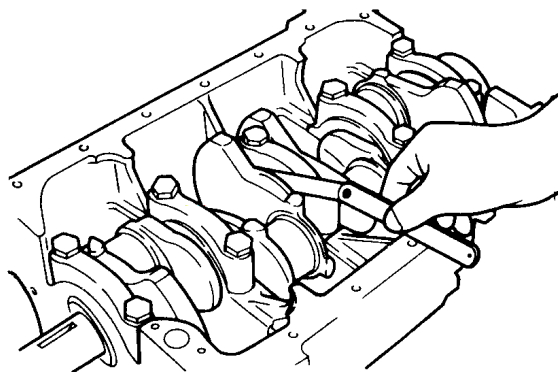

图 2-114 检查曲轴轴向间隙
(4) 在安装轴承盖螺栓时一定要使用螺杆部分长度符合标准值要求的螺栓。螺栓长度极限值为 71.1mm。如果超出极限值则应予以更换。按照规定顺序拧紧各轴承盖螺栓，先拧紧到 $25\text{N} \cdot \text{m}$ ，然后再增拧 $1/4$ 圈。
(5) 如图 2-114 所示，检查曲轴轴向间隙。把曲轴向后推，然后用厚薄规插入曲轴主轴颈侧面和推力轴承端面之间测量曲轴的轴向间隙。曲轴轴向间隙标准值为 $0.05\sim 0.18\text{mm}$ ；极限值为 0.25mm 。